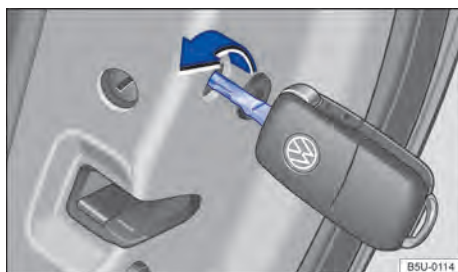

Fig. 49 Travamento de emergência do veículo com a chave do veículo.
- Inserir a haste da chave na fenda → Fig. 49 e girar no sentido horário (para dentro do veículo) até o batente.